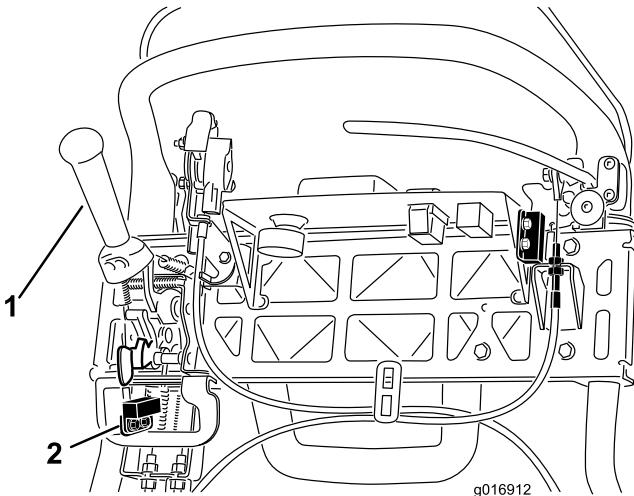

Figura 39
- 4. Desaperte as juntas de montagem do interruptor de segurança (Figura 39).
- 5. Coloque uma cunha de 1,6 mm entre a alavanca de tração e o interruptor de segurança (Figura 39).